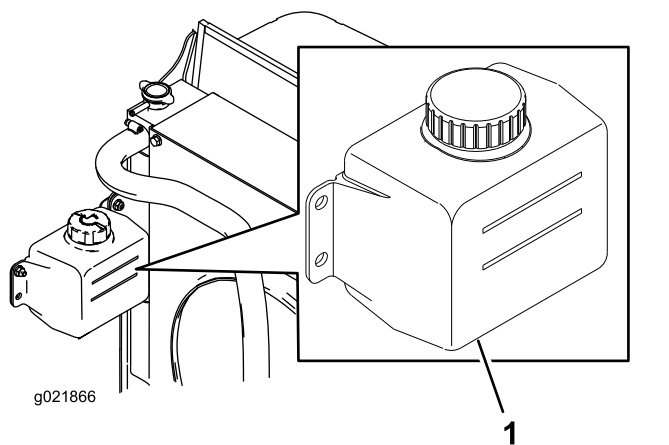

Figura 94
1. Controllate il livello di refrigerante nel serbatoio di espansione (Figura 94).